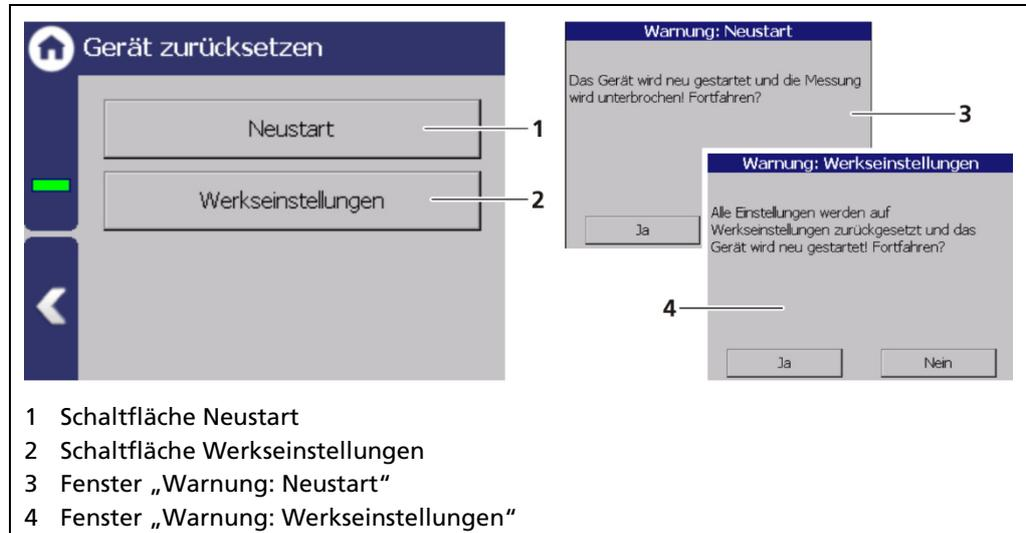

Abb. 51 Gerät zurücksetzen
1. Um das Gerät neu zu starten, klicken Sie auf die Schaltfläche <Neu starten> (Abb. 51, Pos.1).
- ▶ Ein Fenster mit der Warnung „Neustart“ (Abb. 51, Pos.3) öffnet sich.
1. Um die Auswerteeinheit auf die Werkseinstellungen zurückzusetzen, klicken Sie auf die Schaltfläche <Werkseinstellungen> (Abb. 51, Pos.2).
- ▶ Ein Fenster mit der Warnung „Werkseinstellungen“ (Abb. 51, Pos.4) öffnet sich.